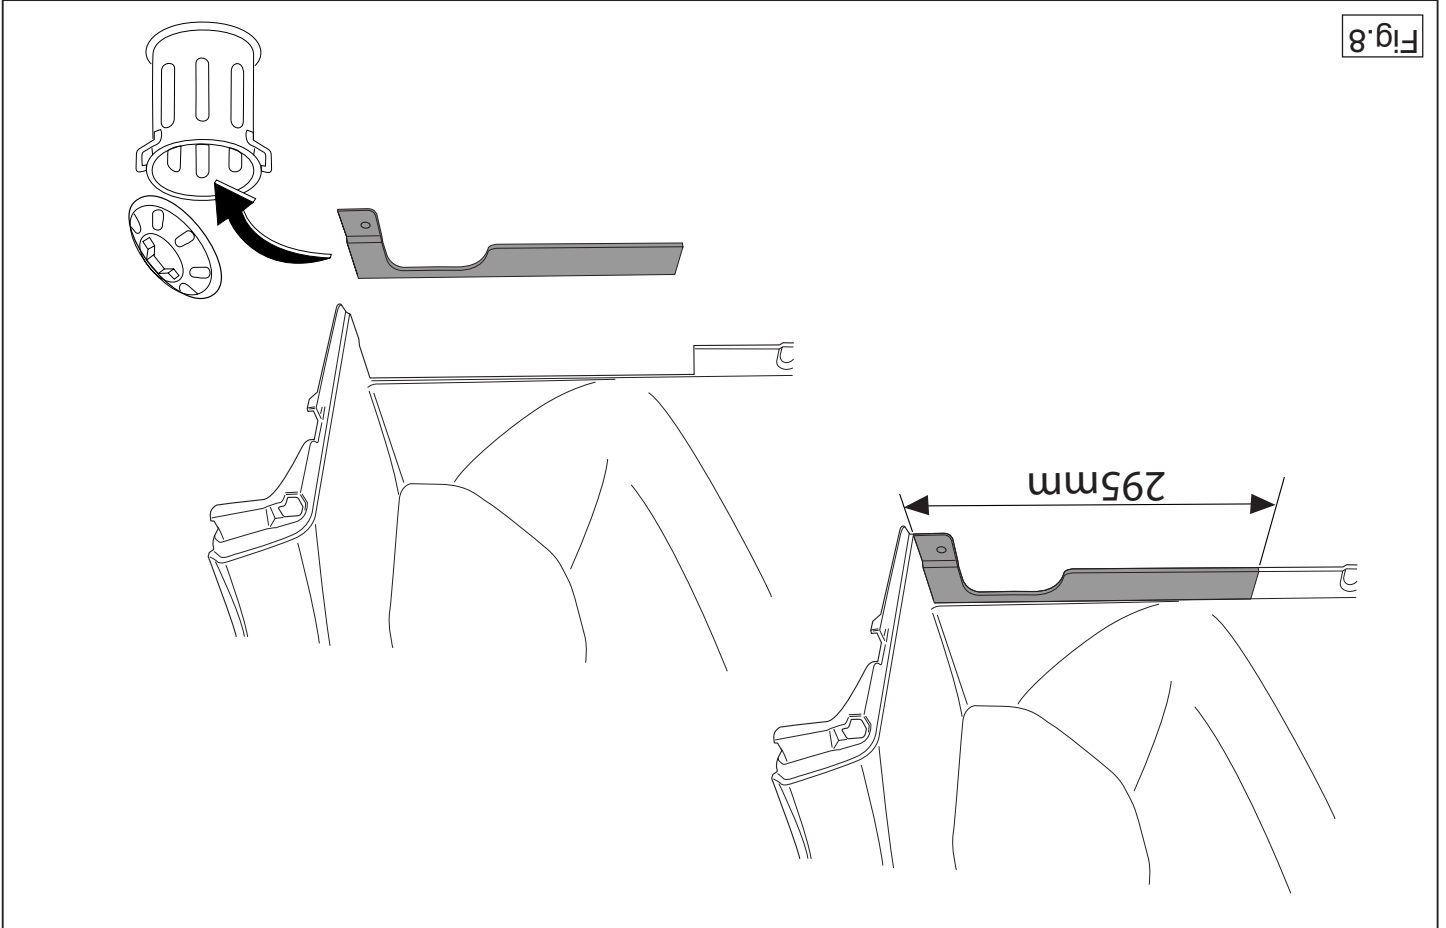

Fig. 8
15. Saw a portion out of the side panel as shown in figure 8.
- 15. Gemäß Abb. 8 einen Teil aus die Seitenwand heraus sägen.
15. Scier une partie de les panneaux latéraux à la figure 8.